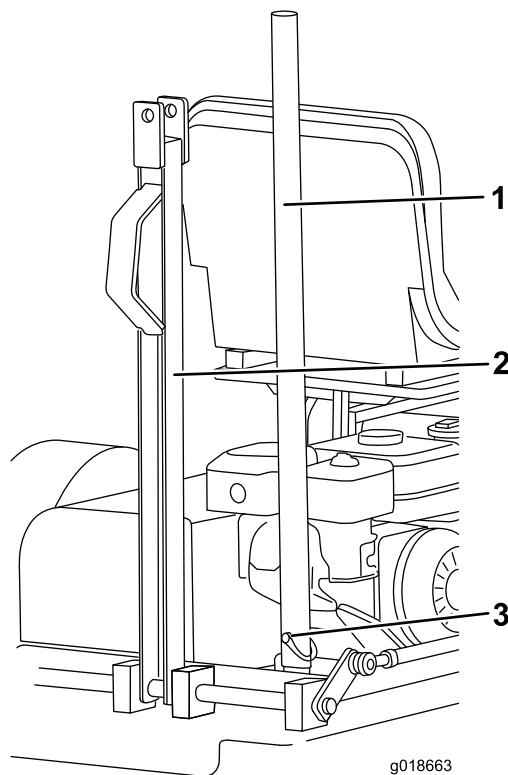

図 8
- A. 昇降バーを牽引バーのタブに固定しているリンチピンを外し、ブラケットからバーを抜く図 8。